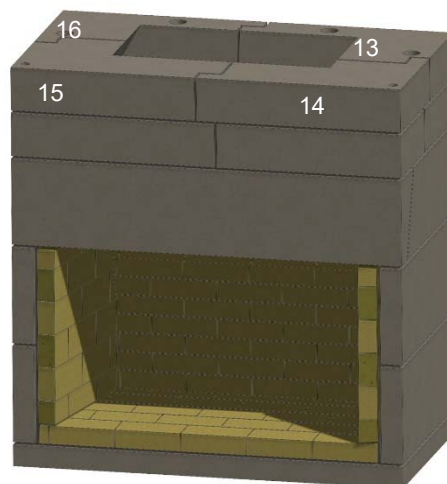

Figure 14. Niveau du milieu de la gorge
J. Installez le deuxième anneau des quatre composants de la gorge (points 13, 14 15 16). Vérifiez à l'aide d'un niveau. Voir la figure 14.